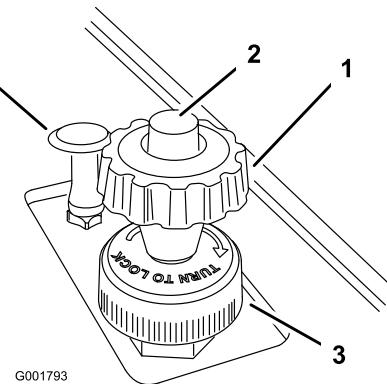

Figura 22
2. Premete il pulsante sulla manopola del limitatore di velocità ed alzate la manopola finché non sentite che il limitatore tocca il pedale dell'acceleratore, e rilasciate il pulsante (Figura 22).
4. Una volta impostato il limitatore di velocità potete bloccarlo in tale posizione girando in senso orario l'anello di bloccaggio alla base del limitatore, finché non si ferma (Figura 22). Per rilasciare il blocco, girate l'anello di bloccaggio in senso antiorario, finché non si sarà allentato.